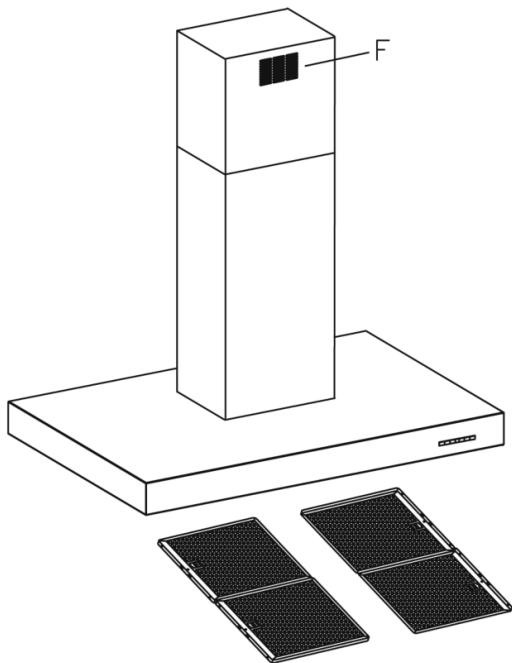

Fig. 6
• **Nettoyage du filtre à graisse:** En fonction de l'usage au moins une fois par mois, démonter les filtres à graisse (Fig. 6), et nettoyer à l'eau chaude et du détergent, ou utilisant le lave-vaiselle, auquel cas, il est recommandé de les placer en position verticale pour éviter le dépôt de déchets alimentaires. Après les avoir rinçés et essuyés, les remettre en place en suivant les instructions de démontage à rebours.
- **Limpieza del filtro de grasa:** En virtud del uso y como mínimo cada mes, los filtros de grasa deberán ser desmontados (Fig. 6) y lavados en lavavajillas o en agua caliente y detergente. En el caso de utilizar lavavajillas, es recomendable colocarlos en posición vertical para evitar que los restos de comida se depositen sobre el mismo. Despues de haberlos enjuagado y secado colocarlos nuevamente en su lugar, actuando de forma inversa al desmontarlos.